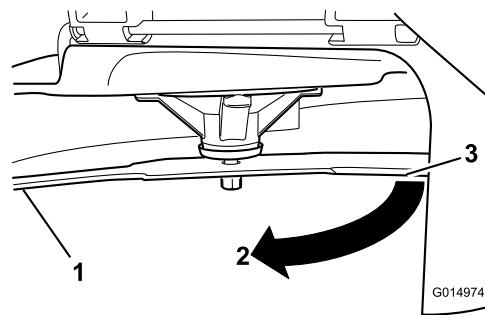

Figure 73
3. Distance mesurée entre la lame et la surface (A)
4. Tournez la même lame de 180 degrés pour amener l'autre tranchant à la même position (Figure 73).